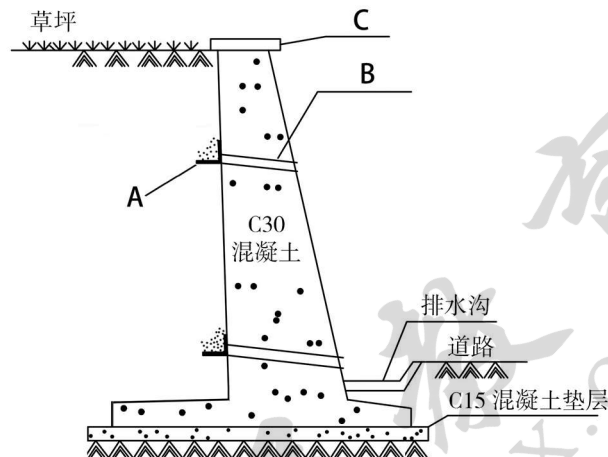

图 1 挡土墙结构示意图
某公司承建城市道路改扩建工程，全长 3km，原宽度为 16m，扩建后宽度为 24m，工程项目包括（1）现状水泥混凝土路面加铺沥青面层，设计采用 SMA 沥青混合料；（2）原路面两侧加宽，新建非机动车道及人行道。扩建后道路两侧采用挡土墙支护，挡土墙的横截面如图 1 所示。
1. 根据图 1 确定挡土墙的类型，指出其结构特点以及 A、B、C 构件的名称。